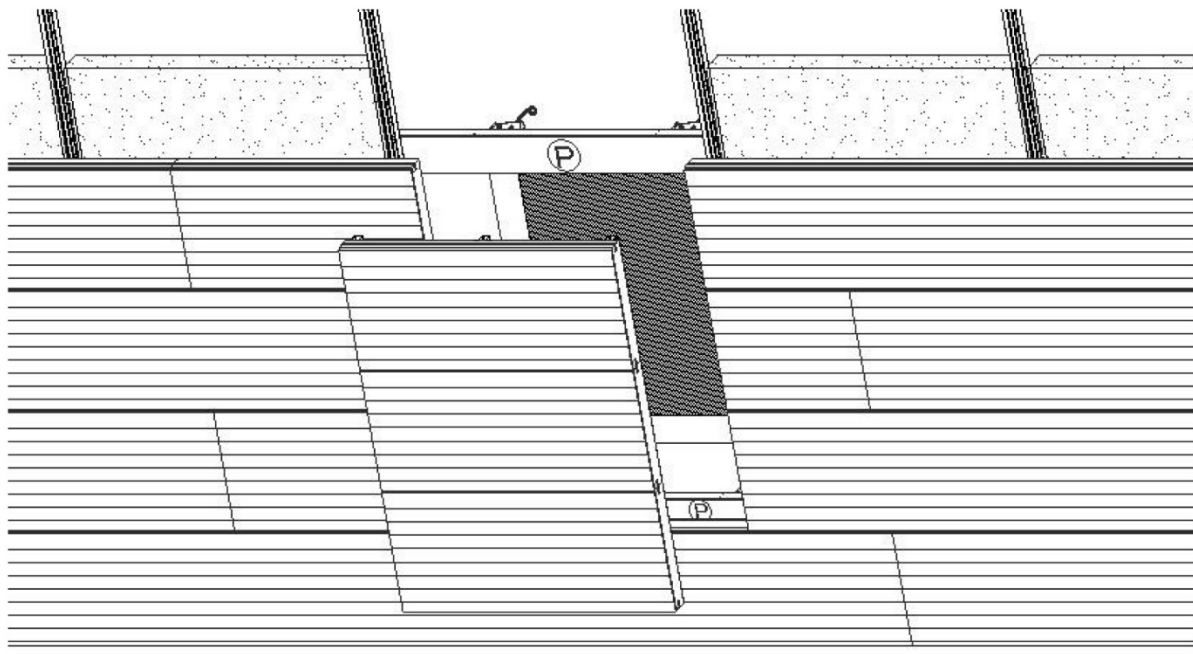

Abb.1
**Abb. 1:** Wird die Unterkonstruktion mit verzinkten Stahlblechprofilen gemäß EN 14195:2015 ausgefertigt, werden 2 zusätzliche CD-Profile „P“ parallel zu der bestehenden Unterkonstruktion am Rand der Öffnung angebracht. Der Abstand dieser beiden CD-Profile entspricht 3 Akustikelementbreiten „E“, wobei mittig vom Profil gemessen wird.